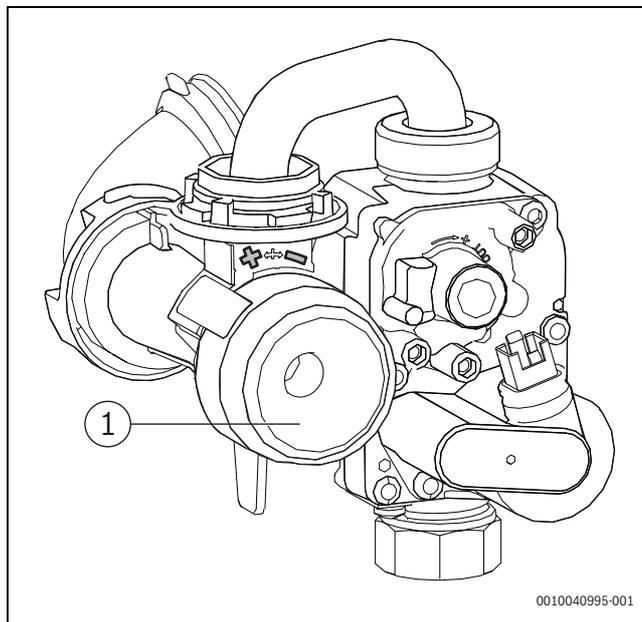

Рис. 45 Регулировка соотношения "газ – воздух"
- ▶ Проверьте содержание CO₂ или O₂ при максимальной номинальной тепловой мощности по таблице и при необходимости отрегулируйте (→ стр. 36, рис. 45).